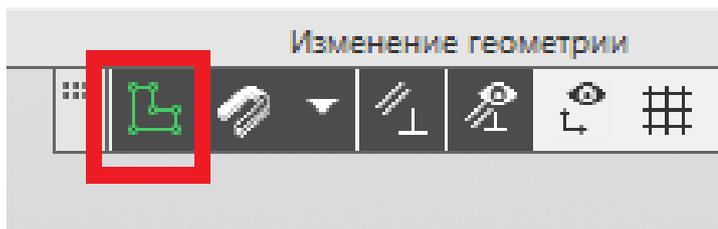

Рис. 37
34. Завершаем построение эскиза нажатием на пиктограмму «Создать эскиз» (рис. 37).